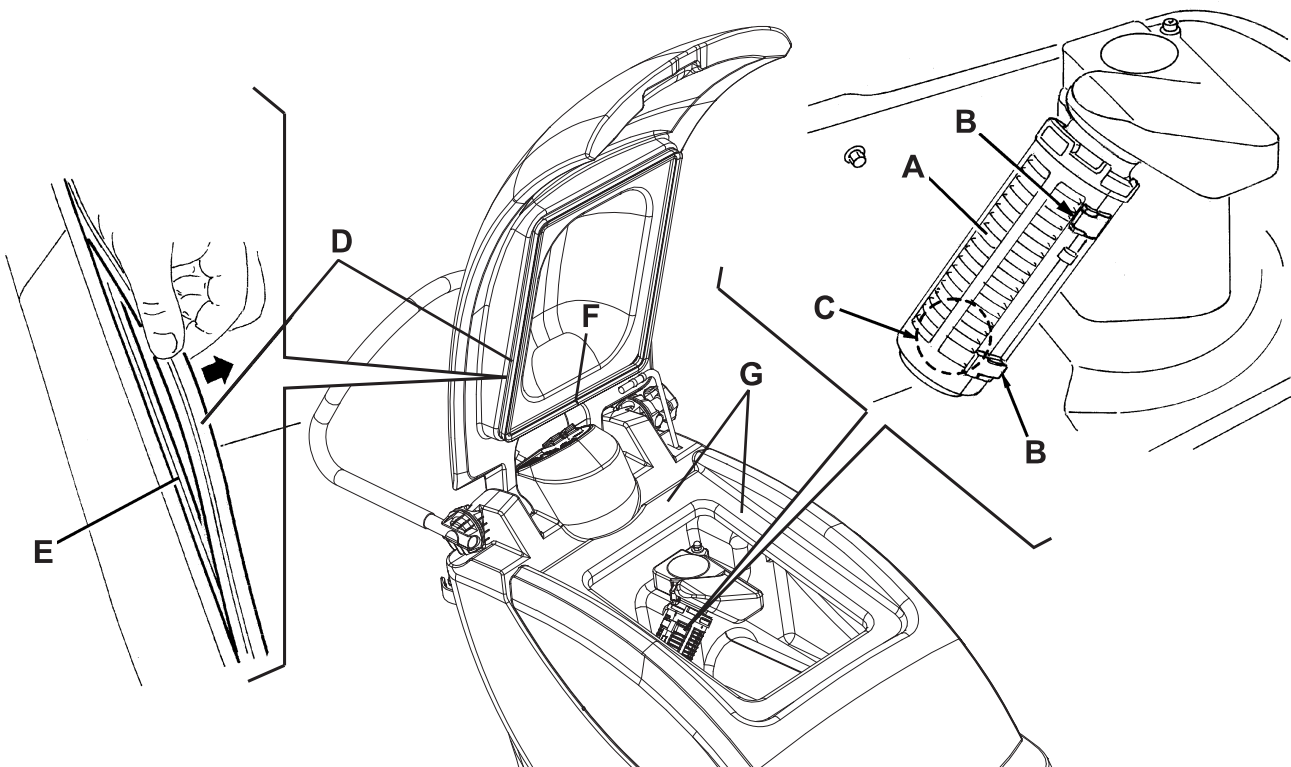

Abbildung 7
3. Deckel (6) öffnen und Deckel, Tanks (31 und 32) sowie Ansauggitter (46) mit Frischwasser reinigen und ausspülen. Das Wasser durch das Ablassrohr (16) und das Ventil (18) ablassen.
4. Falls erforderlich, Haltevorrichtungen (B, Abb. 7) lösen, Gitter (A) öffnen und Schwimmer (C) entnehmen. Sorgfältig reinigen und wieder montieren.
5. Überprüfen, ob die Dichtung (D) des Schmutzwassertankdeckels unversehrt ist.